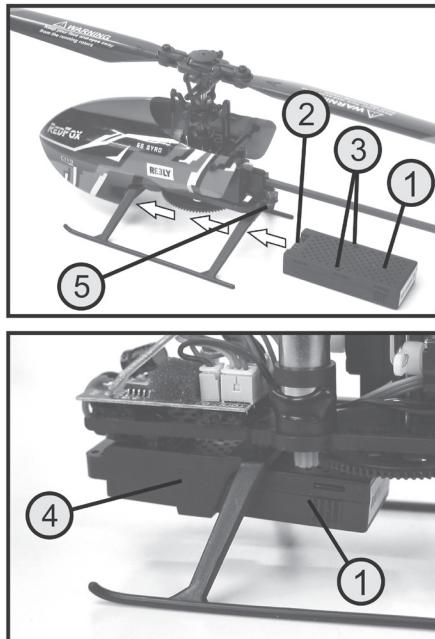

Figure 7
Pour éviter une décharge profonde de l'accu de propulsion qui pourrait l'endommager, vous devez atterrir immédiatement lorsque le voyant rouge sur la plaque de retenue de roulement arrière (voir Figure 7, pos. 5) commence à clignoter. Si vous ne faites pas atterrir le modèle, sa puissance baisse après un court laps de temps et effectuera automatiquement une procédure d'atterrissement. Pendant ce temps, la LED de l'hélicoptère clignote rapidement.